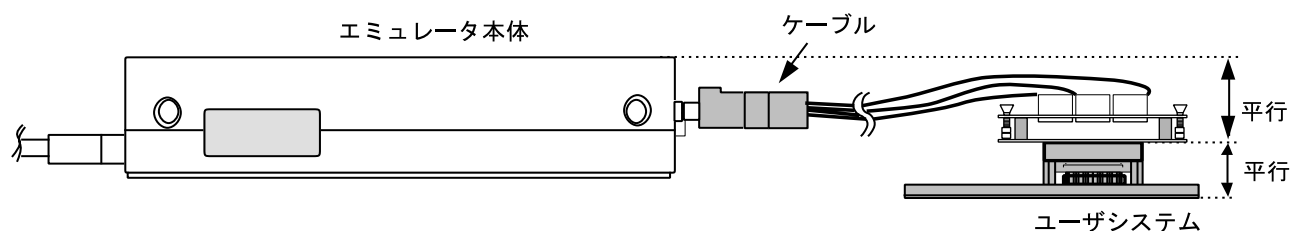

図10 設置例
- (1) ユーザシステムへの接続時には1ピン位置に十分注意して、誤接続は絶対にしないでください。
- (2) 本ユーザシステムインタフェースケーブルを使用する場合の推奨マウントパッド寸法は、MCU 実装用マウントパッド寸法とは異なりますので注意してください。
- (3) 本ユーザシステムインタフェースケーブルは、HS3800EPI60H エミュレータ専用ですので、他のエミュレータ本体には使用しないでください。
- (4) ケーブル本体部が断線する可能性がありますので、本ユーザシステムインタフェースケーブルの上に重いものや金属等の角の尖ったものを置かないでください。
- (5) ユーザシステムに接続した状態では、ユーザシステムインタフェースケーブル、特にケーブル先端部に無理な力が加わらないように注意する必要があります。図10の設置例を参照してご使用ください。